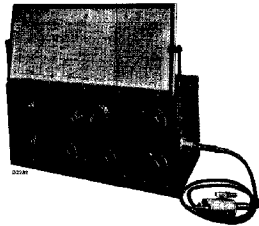

Fig. 1
1. Oscillateur de service C.M. 2880 F (fig. 1).